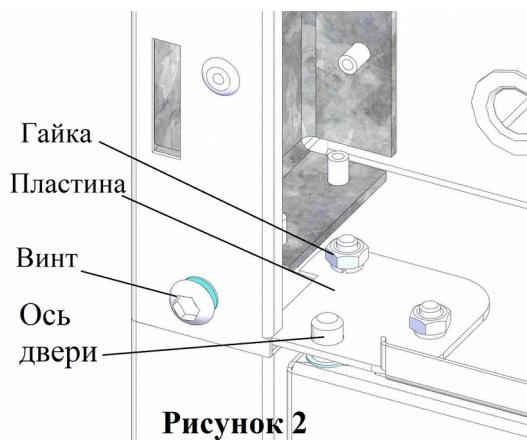

Рисунок 2
- снять панель управления 5: выкрутить удерживающие ее винты шестигранным ключом (рис.2) и сдвинуть вверх;